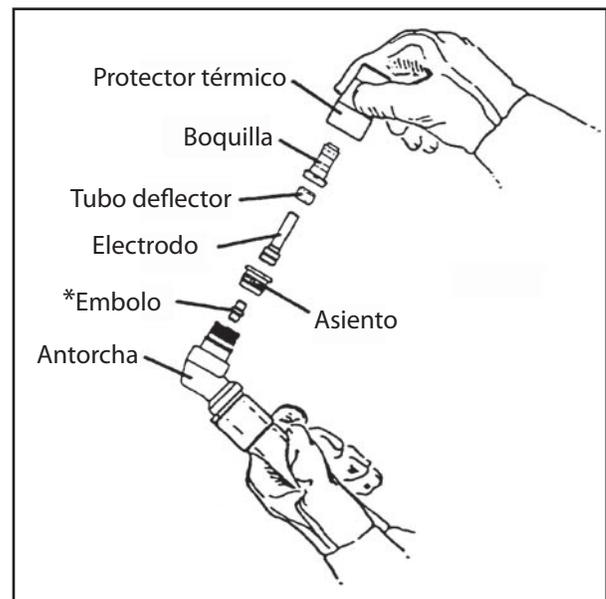

Figura 3-2 Consumibles frontales
1. Para desmontar la parte frontal de la antorcha, segura la antorcha con el protector térmico volteado hacia arriba, como indicado en la Figura 3-2. Esto previene que la boquilla, electrodo, y el tubo deflector caigan al quitar el protector térmico.
1. Para instalar los consumibles con la antorcha volteada hacia arriba, instale el electrodo, el tubo deflector, la boquilla y el protector térmico, en la orden que indica en la Figura 3-2. El tubo deflector es simétrico y puede ser instalado en cualquier posición. Apriete bien el protector térmico para mantener las piezas en contacto entre si y con la cabeza. No apriete el protector térmico demasadamente.